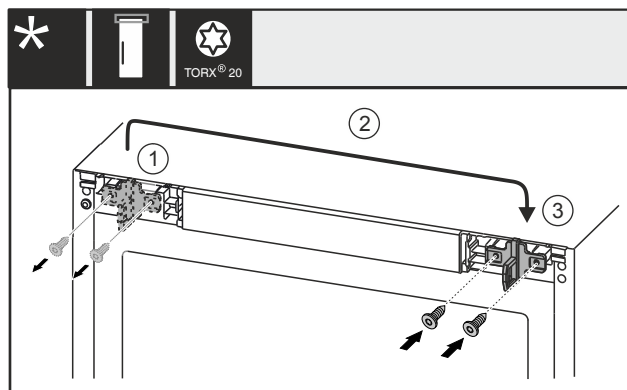

Fig. 25 S elektrickým zámkom*
- Vyskrutkujte skrutky Fig. 25 (1) skrutkovačom.*
- Premiestnite zatvárací hák Fig. 25 (2) na opačnú stranu.*
- Nasadte a utiahnite skrutky Fig. 25 (3) skrutkovačom.*